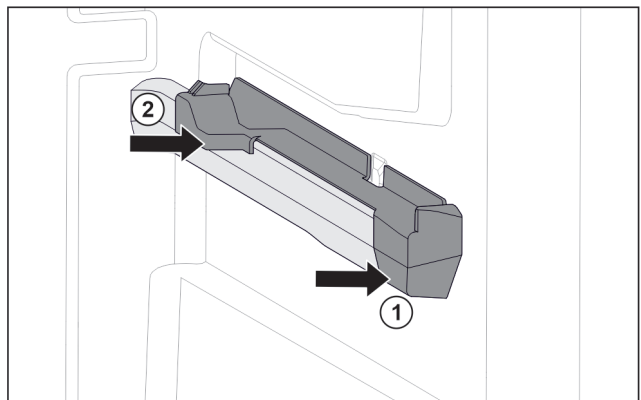

Fig. 68 Insteekelement op rechter containerrib
- ▶ Insteekelement voor tegen containerrib plaatsen. Fig. 68 (1)
- ▶ Insteekelement achter aandrukken. Fig. 68 (2)